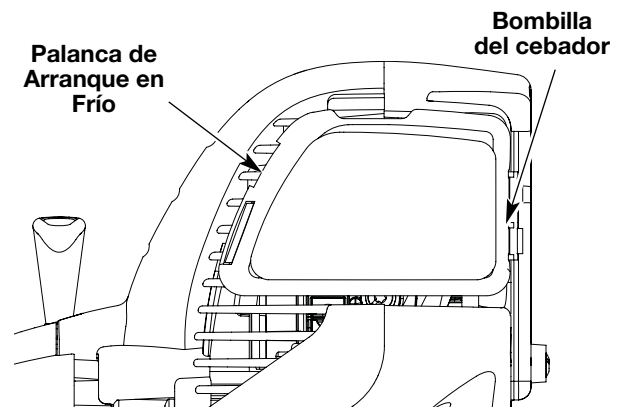

Fig. 12
3. Oprima completamente el cebador y suéltelo 10 veces. Hágalo lentamente. Se deberá ver un poco de **combustible en el cebador** y en las tuberías de alimentación de combustible (Fig. 12). Si no puede ver el combustible en el cebador, oprímalo y suéltelo tantas veces como sea necesario hasta que vea combustible en el mismo.